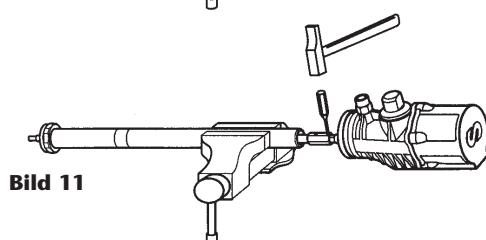

Bild 11
5. Den Stift am oberen Teil der Verbindungs mutter entfernen (Bild 11). Den Körper vom Saugrohr trennen.